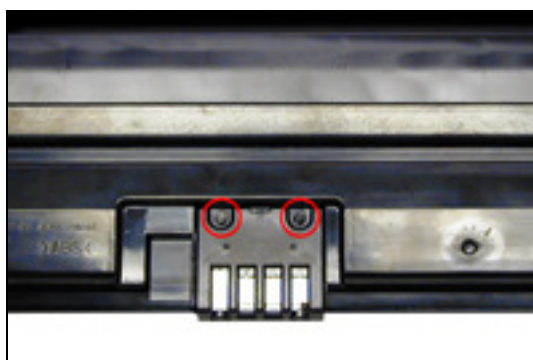

Figura 42
35) Para sacar el chip agujerear los dos pernos plásticos con una broca pequeña, sacar la tapa y el chip. |Ver Figura 42.